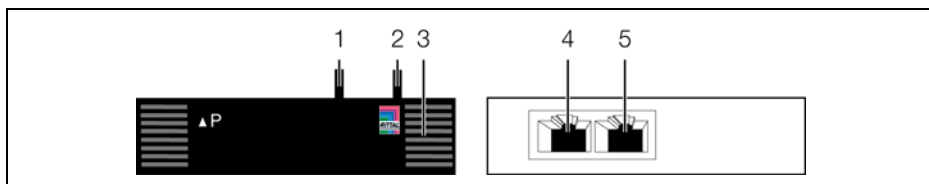

Рис. 3: Элементы индикации, штекеры и разъемы
Элементы управления и индикации показаны на рис. 3.
#### Обозначения на рис. 3
- Подсоедините воздушный шланг к соответствующему подключению датчика перепада давления и проложите шланг к точке измерения (рис. 3, поз. 1, 2).
- Соедините датчик перепада давления кабелем CAN-Bus с CMC III PU или соседними элементами в шине CAN-Bus (рис. 3, поз. 4, 5).